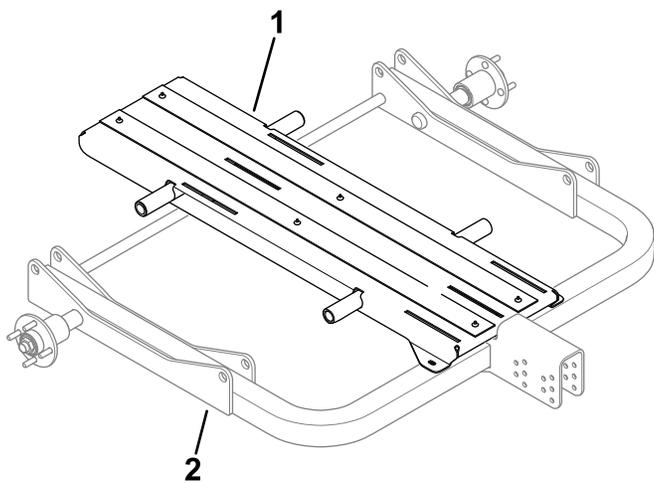

Figura 18
- 1. Posicione o suporte central na estrutura principal, como se mostra na **Figura 18**.